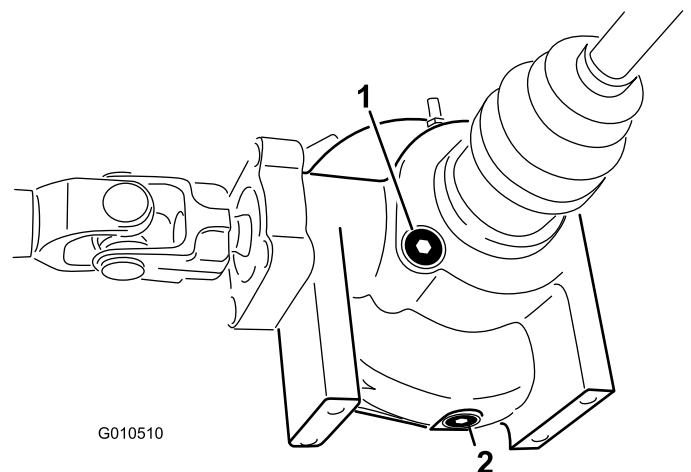

Figura 18
2. Pulite la zona attorno al tappo di controllo e riempimento sul lato del differenziale (Figura 18).